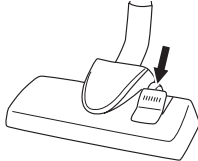

Figura 4 Moqueta o suelo duro
4. Seleccione el reglaje para aspirar moqueta o suelo duro accionando la clavija con el pie, véase la figura 4. Para superficies duras oprima la clavija de manera que el cepillo salga de la boquilla. Para moquetas tire hacia arriba la clavija.